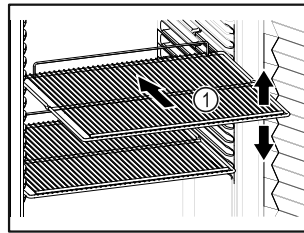

Fig. 56 Ενδεικτική απεικόνιση
- Εάν οι σχάρες Fig. 56 (1) είναι ρυθμιζόμενες, προσαρμόστε τα ανάλογα με το ύψος.